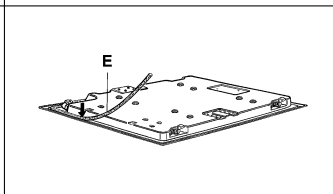

ABB. 11
- Drehen Sie das Kochfeld um und bringen Sie die Dichtung "E" (Abb. 11) korrekt unter dem Rand des Kochfelds an, so dass der äußere Rand der Dichtung perfekt mit dem äußeren Rand des Kochfelds abschließt. Die Enden der Streifen sind so zusammenzufügen, dass sie perfekt aneinander anschließen, ohne sich zu überlagern.